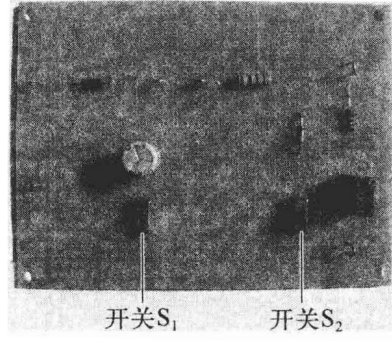

图 1-1-9 元器件排列
② 插装时不要交叉安插,不要叠加安插,不要倾斜,要横平竖直、结构紧凑、排列美观,如图 1-1-9 所示.
③ 注意:色环电阻方向一致性.
- (1) 通电前一定要仔细检查接线是否正确,要无短路或断路。
- (2) 将电路接成半波整流电路,也就是把图 1-1-1 中开关  $S_1$ 、 $S_2$  断开,即图 1-1-9 中开关  $S_1$ 、 $S_2$  全向下位置。